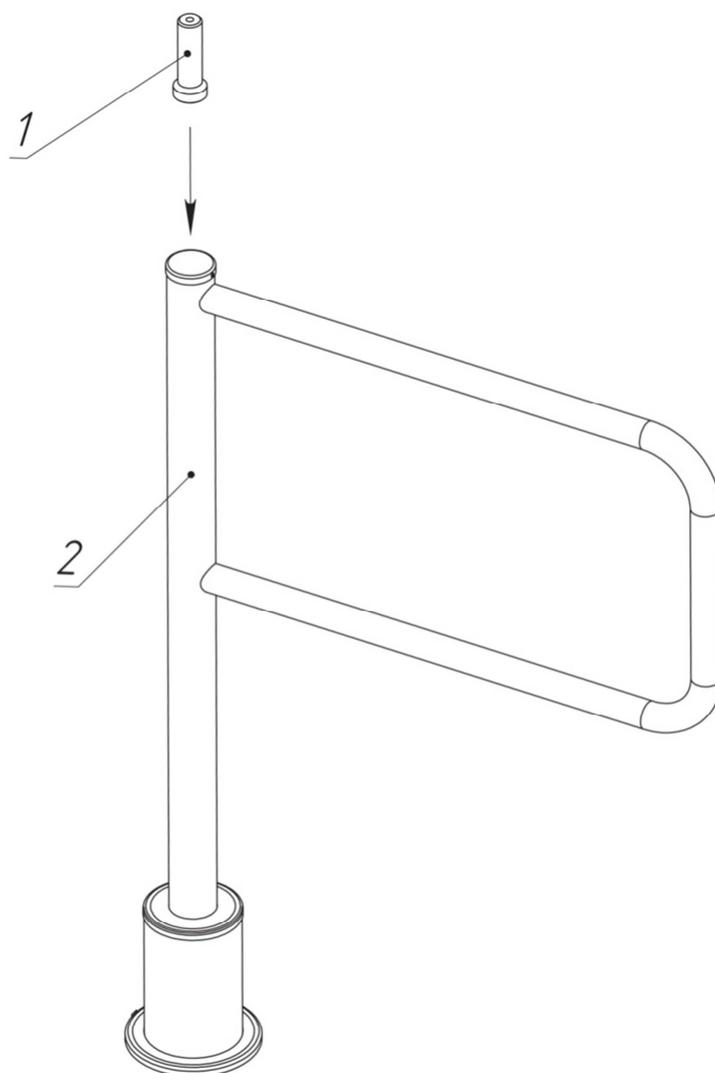

Рис. 6. Разблокировка калитки
7.2.8. Проверьте свободный поворот створки калитки. Для этого разблокируйте калитку магнитным ключом как показано на рис. 6. Створка калитки должна поворачиваться рукой в обе стороны.
Для разблокировки створки калитки поднесите магнитный ключ (1,рис. 6) к верхней части стойки (2,рис. 6) в указанном на рисунке месте и рукой верните створку в исходное среднее положение («закрыто»).